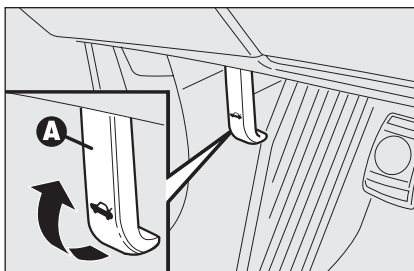

fig. 97
- ❑ tirer le levier **A-fig. 97** jusqu'à perception du dé clic de décrochage;